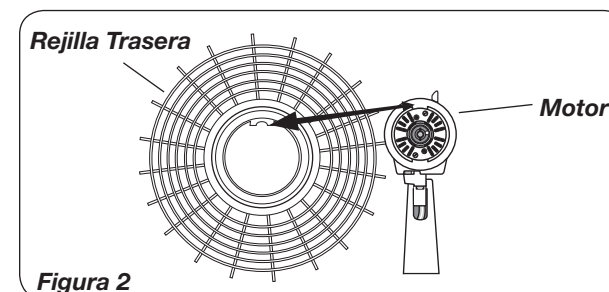

Figura 2
2. Alinear la lengüeta de la **Rejilla Trasera** con la ranura en la parte superior de la cubierta delantera del **Motor**. (Figura 2)